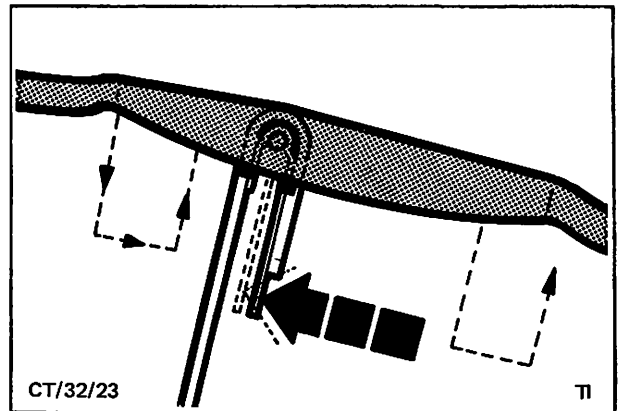

Abb. 24 Abbau des Wischerblatts
1. Wischerarm von der Windschutzscheibe um 90° wegschwenken. Wischerblatt in Ausbauposition schwenken (siehe Abb. 24).
2. Federklammer niederdrücken und Wischerblatt nach unten aus dem Haken am Wischerarm schieben. Abb. 24. Anschließend Wischerblatt nach oben am Haken vorbeiführen und entfernen.